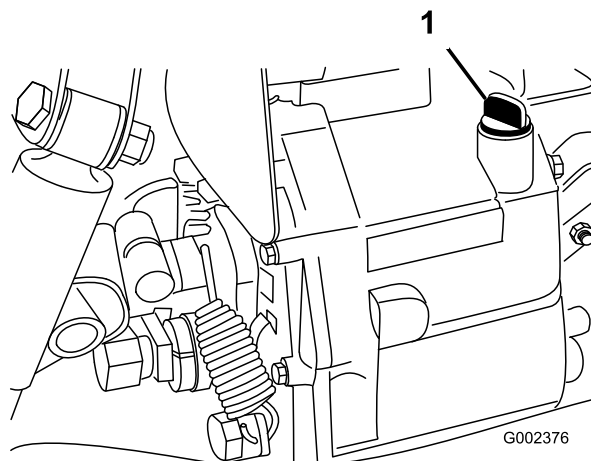

図 20
2. ディップスティック取り付け部の周辺をきれいにぬぐう（図 20）。